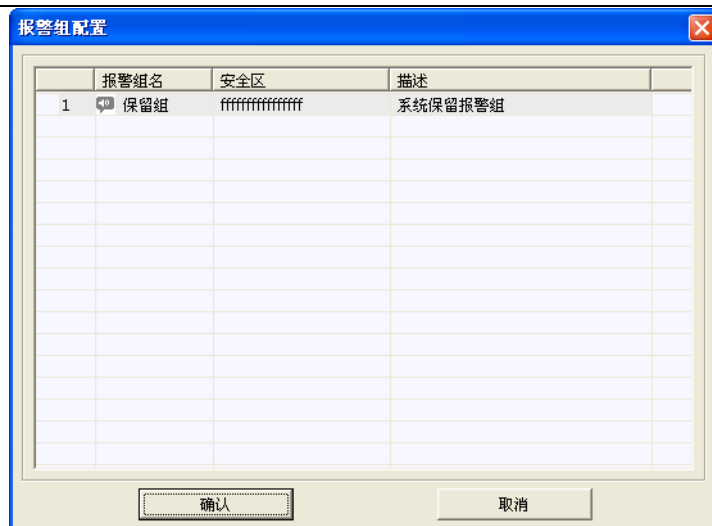

图 9-20 报警组配置
(1) 点击报警组图标“🔊”,打开报警组配置界面,可以看到一个默认的报警组——保留组,如图 9-20 所示。